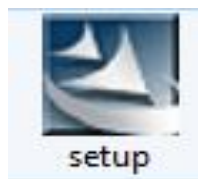

图 18
3.1 找到光盘中“ITV_Bluesoleil”文件夹, 然后双击打开, 在文件夹中找到并双击“Set up”, 如图 18。